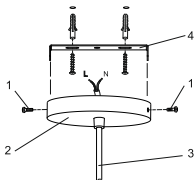

Рисунок 3/ Figure 3/ 3-Sýret
4.2 Підключення патрона зі шнуром (рисунок 3 Додаток А)